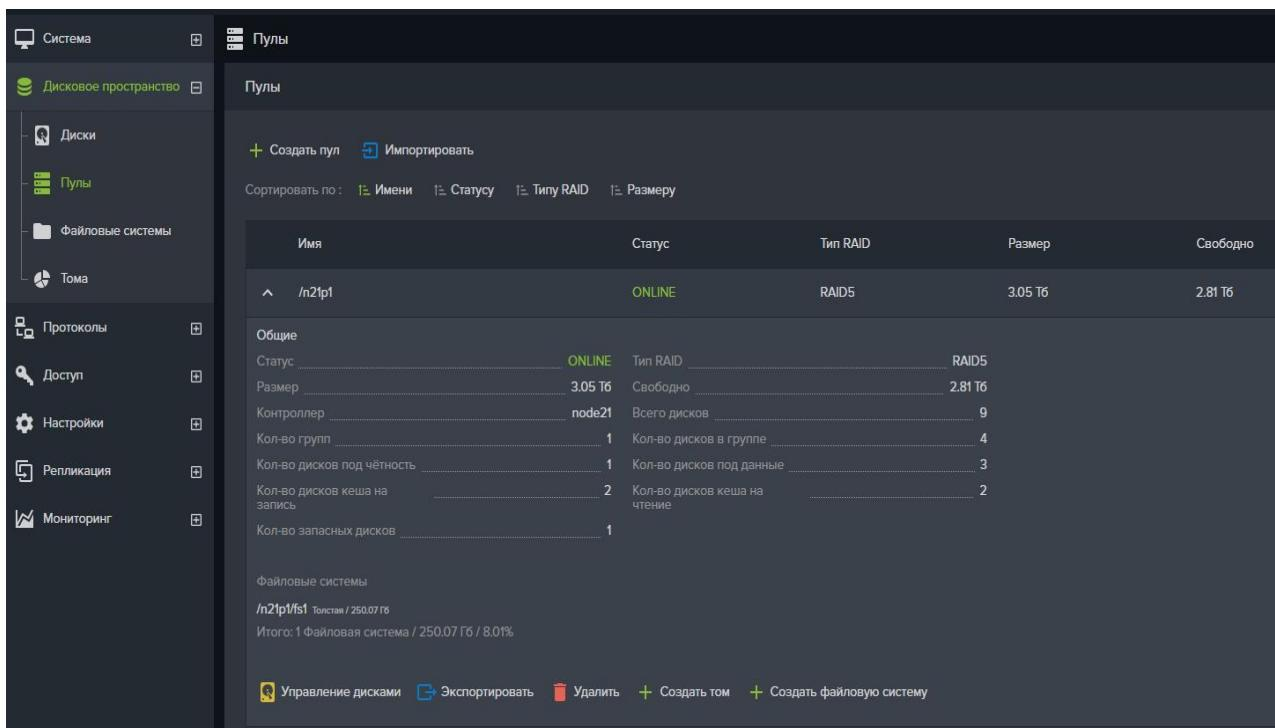

Рисунок 34 – Импортировать пул
2. В окне «Пулы» разверните поле свойств выбранного дискового пула (см. Рисунок 34).